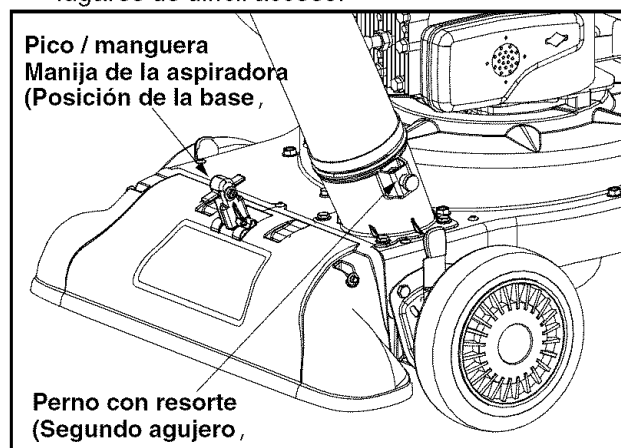

Figure 11
- Coloque la manija del pico / manguera de la aspiradora en la posición de la base del pico para volver a dirigir la aspiración al montaje de la manguera. Ver Figure 11.
Puede ajustar el pico en seis posiciones que varían desde 5/8" a 4 1/8" de distancia del suelo. Debe ajustar la altura del pico según las condiciones. Mueva las palancas para ajustar la altura hacia adelante o hacia atrás para ajustar el pico hacia arriba o hacia abajo. Ver Figure 11.